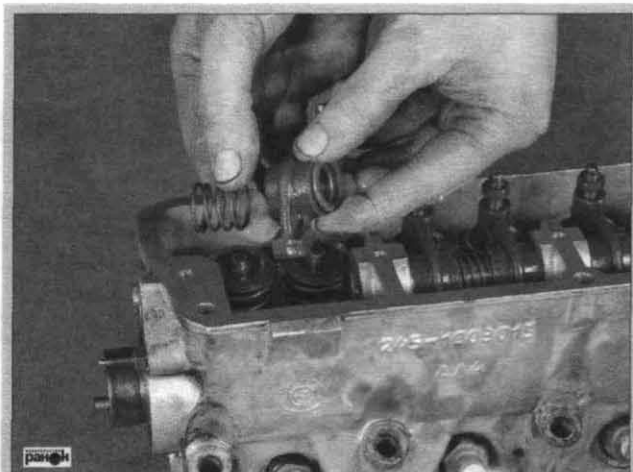

Рис. 3.32. Снятие коромысел
- вынуть из головки блока цилиндров освободившиеся коромысла (рис. 3.32);